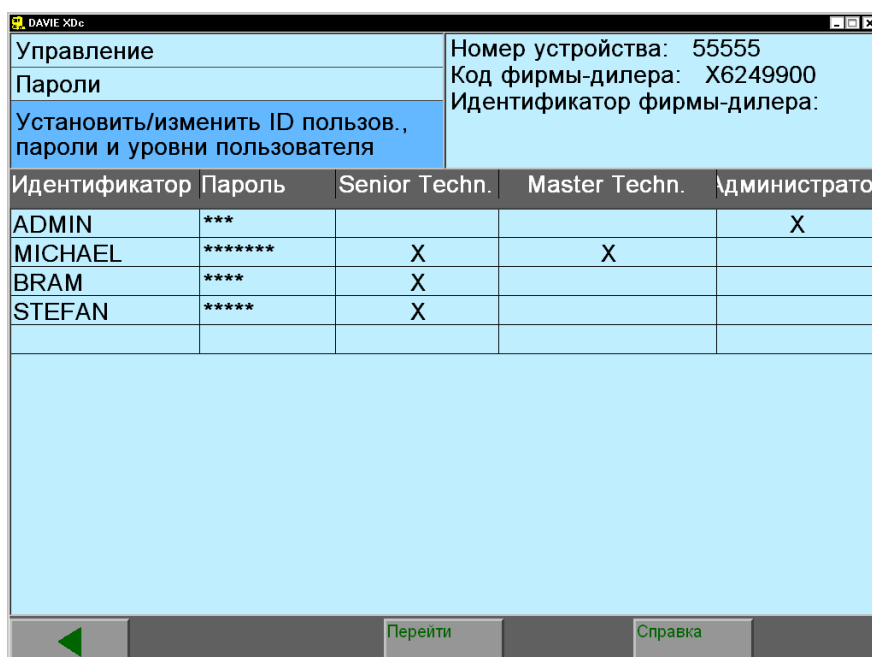

Рис. 4-7 Экран управления: установка пользователя
9. В экране "Пароли" можно пользователи системы и паролей DAVIE XDc II могут быть добавлены и изменены (см. Рис. 4-7). При входе отображаются уровни пользователей и скрытые пароли.